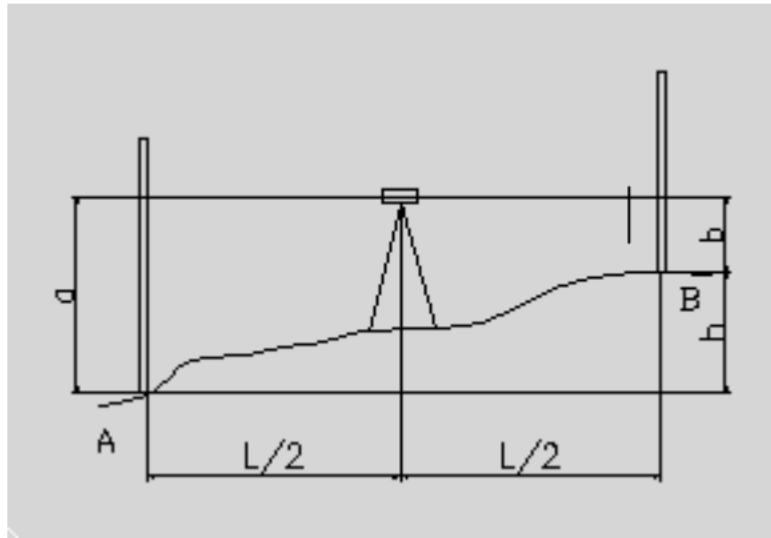

图 7.
(4) 旋转脚螺旋⑦可将仪器安平。当圆水泡⑤居中时，仪器即被安平了，此时视线自动安置成水平状态，如图 7。
- (1) 将仪器置于 A、B 两点之间距离约一半处，**如无法将仪器放置在 A、B 两点之间，则应尽可能使仪器与 A、B 两点的距离（距离测量参见 5.4.2）相近似，如图 7。**
- (2) 在 A、B 两点垂直地安置水准尺。先用水准仪读出 A 点的高度数值 a,再读出 B 点的数值 b。
- (3) A、B 两点的高差 $h=a-b$